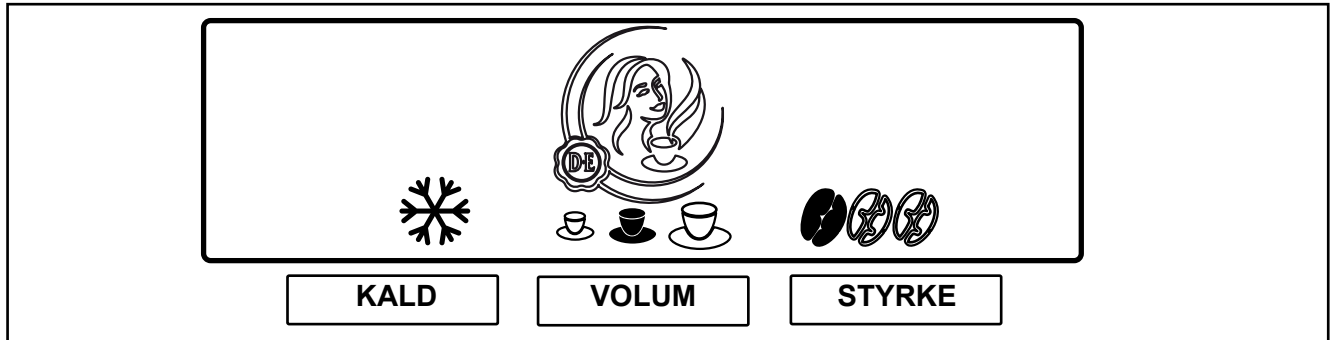

Fig. 15
Automaten har forvalgsvarianter. Servicemontøren kan ha aktivert disse forvalgene under installasjonen. Når forvalgsknappen blir trykket, vises disse forvalgsvariantene på displayet (fig. 15):
2. Trykk forvalgsknappen «KALD» for å aktivere dette forvalget. Ikonet for kald blir vist. (Fig. 15)
2. Trykk forvalgsknappen «VOLUM» for å aktivere forvalget. Tre koppeikoner (liten - middels - stor) blir vist. (Fig. 15)